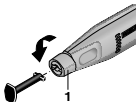

Fig. 2
2. Spannteil des Gerätes 1 (Fig. 2) um 90° bis zum Anschlag nach links drehen und Einsatz einstecken.
3. Spannteil (1) wieder um 90° nach rechts drehen. Der Einsatz ist nun verriegelt.